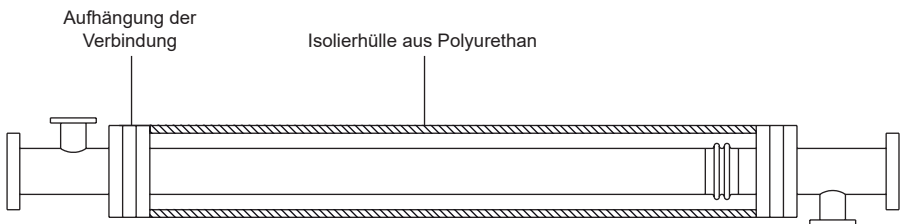

Abb. 10
- 4.10** Um den Kompensator vor äußerer Beschädigung zu schützen und den Energieverbrauch zu optimieren, ist es ratsam, eine Isolierhülle aus Polyurethan zu verwenden, wie in Abbildung 10 dargestellt.